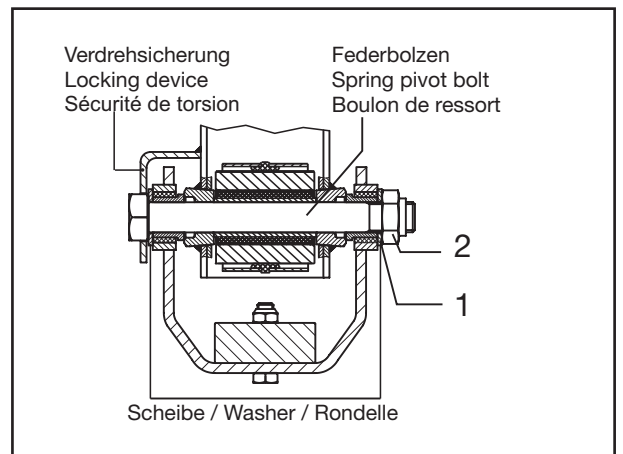

Fig. 5
- [6] Scheibe (Fig. 5/1) über den Federbolzen
schieben, neue Sicherungsmuttern (Fig. 5/2)
- [6] Push washer (Fig. 5/1) over the spring pivot bolt, screw on new locking nut (Fig. 5/2) and tighten to the specified torque of hanger brackets:
- [6] Mettre la rondelle (fig. 5/1) sur le boulon de ressort, visser le nouvel écrou de sûreté (fig. 5/2) et fixer au couple de serrage prescrit de Main :